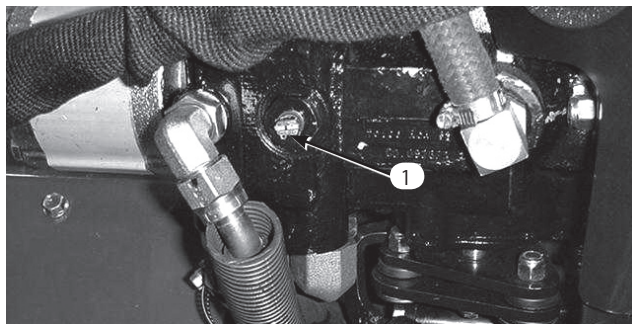

図35
1. 油圧ポンプについているバイパスバルブ（図35）のレバーを90° 回転させる（水平が開いた状態）。